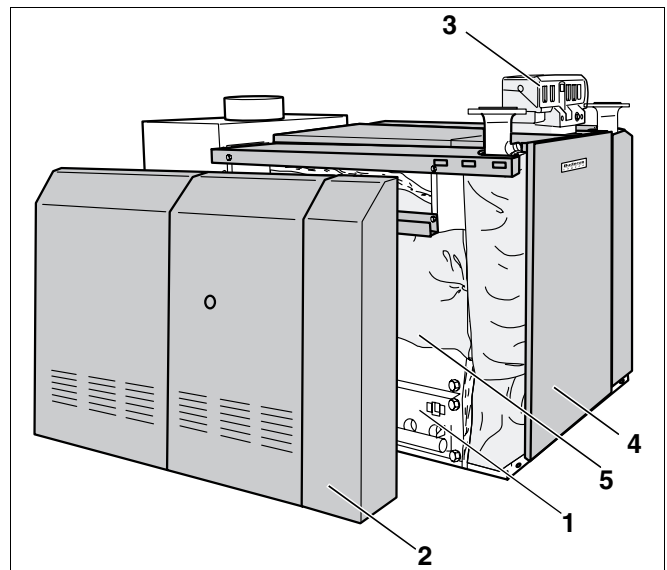
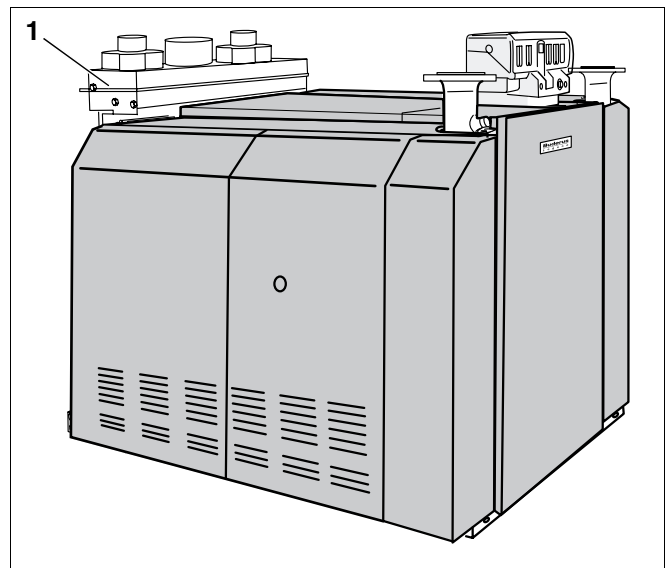

Fig. 1 Logano GE434
Fig. 2 Logano plus GB434
Las calderas Logano GE434 (fig. 1) y Logano plus GB434 (fig. 2) están compuestas por un bloque de caldera derecho y otro izquierdo, cada uno de los cuales está equipado con un quemador de gas.
- Bloques de la caldera (fig. 1, **pos. 5**) y quemadores de gas (fig. 1, **pos. 1**).
- Envoltorio de la caldera (fig. 1, **pos. 2**) y aislamiento térmico (fig. 1, **pos. 5**).
- Aparato regulador (fig. 1, **pos. 3**), aparato regulador adicional y dos programadores de combustión (uno por cada quemador de gas).
Componente adicional de la caldera Logano plus GB434 (fig. 2):
- Unidad de condensación (fig. 2, **pos. 1**)